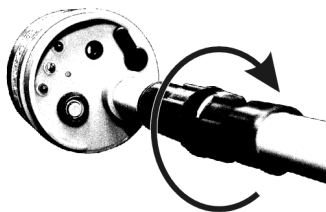

Рис.1 Включение указателя напряжения путем скрутки рабочей части и изолирующей штанги.
3.3.1. Включение указателя (см. рис.1) осуществляется путём скручивания рабочей части и изолирующей штанги, после чего указатель переходит в режим начальной самопроверки.